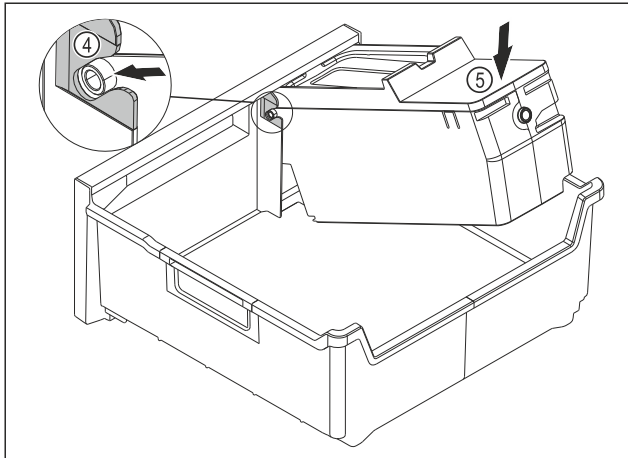

Fig. 80
- ▶ Monter le corps de l'EasyTwist-Ice : Insérer les axes du corps de l'EasyTwist-Ice dans les guides Fig. 80 (4).
- ▶ Appuyer l'arrière du corps de l'EasyTwist-Ice Fig. 80 (5) vers le bas.